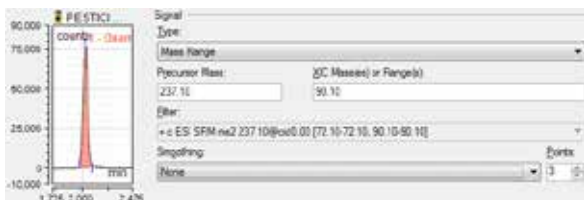

图 16. 基于参数显示的 XIC（用于设置组分的确认 XIC 的可选步骤）
6. 从筛选字段下拉列表中选择合适的筛选条件。通过**筛选条件**和**XIC 质量或质量范围**的组合，将在此 UI 中创建待评估的 XIC（图 16）。